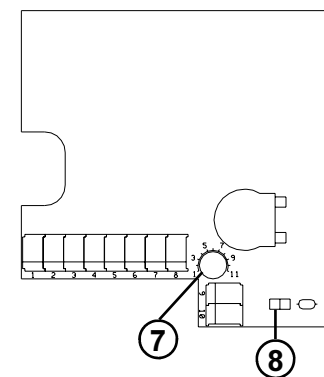

Fig. 5
Por meio do trimmer (7) da Fig. 5 é possível regular a amplitude da zona neutra entre 1°C e 11°C como indicado no circuito impresso.
É possível utilizar uma sonda à distância (opcional) como alternativa àquela interna (fornecida com o produto). Para activar a sonda a distância, conectá-la aos bornes 9 e 10 e remover a interconexão (8) indicada na Fig. 5.
Tramite il trimmer (7) di Fig. 5 e' possibile regolare l'ampiezza della zona neutra tra 1°C e 11°C come indicato sul circuito stampato.
E' possibile utilizzare una sonda a distanza (opzionale) in alternativa a quella interna (fornita con il prodotto). Per attivare la sonda a distanza, collegarla ai morsetti 9 e 10 e rimuovere il ponticello (8) indicato in Fig. 5.
Through trimmer (7) of Fig. 5 the user is allowed to adjust the neutral zone width between 1°C and 11°C as indicated on the circuit board.
It is possible to connect a remote sensor (optional) in place of the internal one (factory supplied). In order to activate the external sensor, wire it at terminals 9 and 10 and then remove the jumper (8) located on the circuit board (Fig. 5).